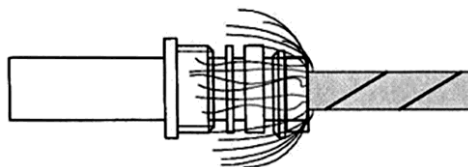

图 1-3-38 梳理网状屏蔽层
- (3) 剥去蓝色铝箔纸,露出金属屏蔽。
- (4) 用钢丝刷梳理网状屏蔽层并回翻,露出金属屏蔽层并将其分解,如图 1-3-38 所示。